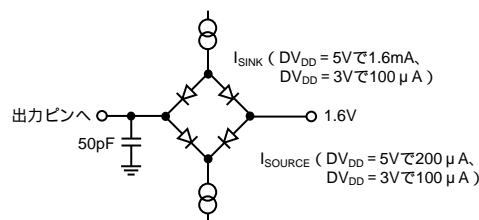

図1 タイミング特性の負荷回路
- これらの値は図1に示す負荷回路で測定し、出力がVOL規定値またはVOH規定値と交叉するまでに必要な時間と定義します。
- これらの値は、図1の負荷回路でデータ出力が0.5V変化するときを要する時間の測定値から導出。この測定値に外挿を行い、50pFコンデンサの充放電の影響を除去してあるため、タイミング特性で使用する時間はデバイスの真のバス開放時間であることを意味し、外部バスの負荷容量に無関係であることを意味します。